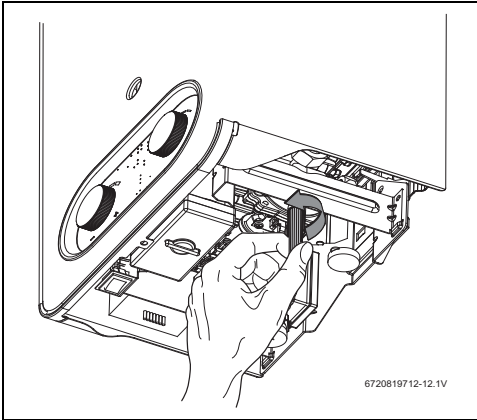

Fig. 12 Tornillo de purga
- ▶ Aflojar tornillo de purga del aparato (fig. 12).